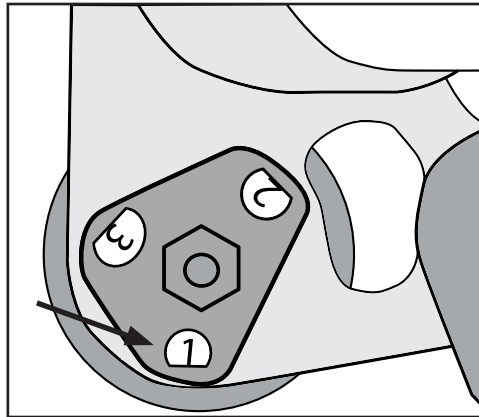

Figure 17
2. Rotate the kickstand stop until the desired number is vertical (Ex: Figure 17 is set to the low setting)
2. Faites tourner les butées de la béquille jusqu'à ce que le numéro voulu soit à la verticale. (Figure 17 : exemple de réglage bas).
2. Drehen Sie den Ständeranschlag, bis die gewünschte Nummer senkrecht steht. (z. B. Abbildung 17 ist auf die niedrige Einstellung eingestellt)